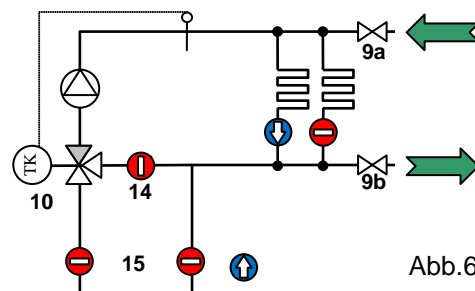

Abb.6
Zum Füllen und Spülen der Heizkreise den Füllschlauch am KFE-Hahn Vorlauf (Abb.6_9a) und Entleerschlauch am KFE-Hahn Rücklauf (Abb.6_9b) anschließen. Den zu spülenden Heizkreis öffnen. KFE-Hähne öffnen und Heizkreis in Flussrichtung durchspülen bis die Luft sowie etwaige Verunreinigungen vollkommen aus dem Kreis beseitigt sind. Der Rückflussverhinderer (14) im Mischer Bypass verhindert eine Kurzschlussstrecke beim Spülen.